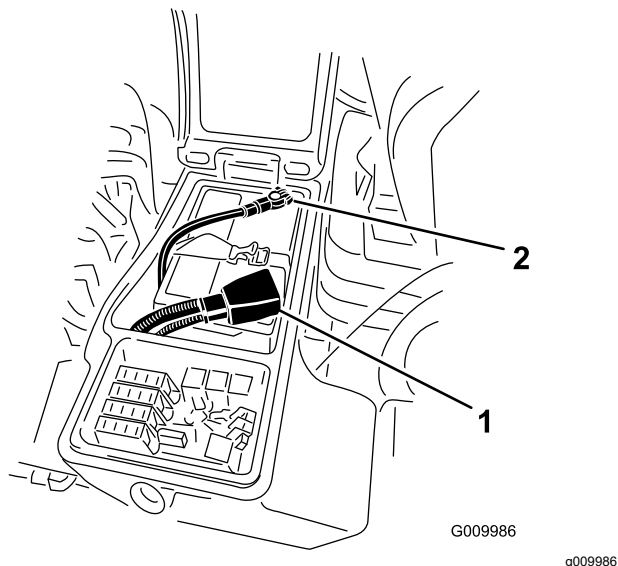

图 52
- 从负极 (-) 电池端子取下负极接线黑色从正极 (+) 电池端子取下正极接线红色 图 52。
- 将正极红色接线连接到正极 (+) 电池端子负极黑色接线连接到负极 (-) 电池端子 (图 52)。